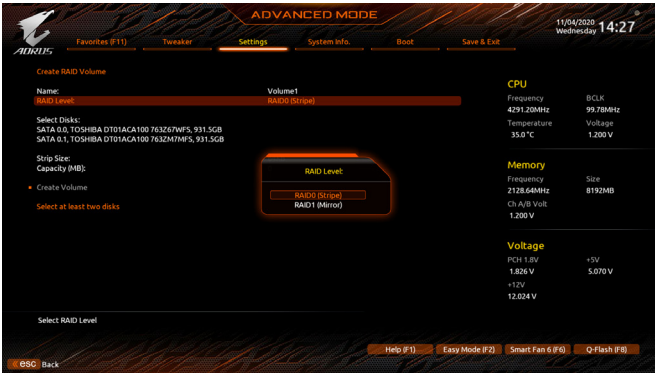

图3
在「Intel(R) Rapid Storage Technology」画面时,请在「Create RAID Volume」选项按<Enter>键,进入「Create RAID Volume」画面,首先在「Name」选项自定义磁盘阵列名称,字数最多可至16个字母但不能有特殊字符,设置好后按<Enter>键。接着使用下键移动至「RAID Level」选项选择要制作的RAID模式(图3)。RAID模式选项有: RAID 0、RAID 1、RAID 10及RAID 5(可选择的RAID模式会依据所安装的硬盘总数而定)。选择好RAID模式后,再按下键移动至「Select Disks」选项。